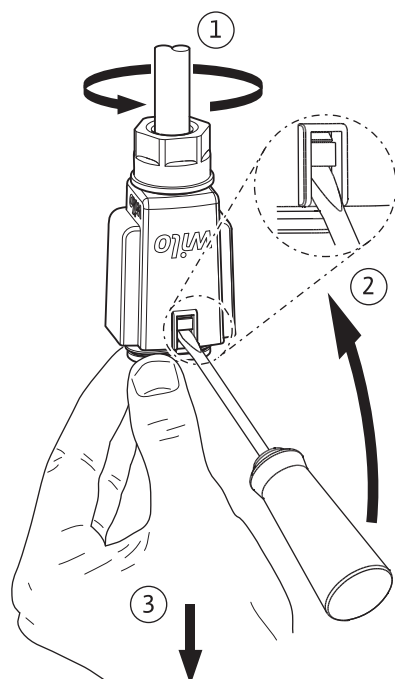

Fig. 6: Demontarea conectorului Wilo
- Scoateți conectorul Wilo de la pompă și demontați-l cu o șurubelniță adecvată (Fig. 6).